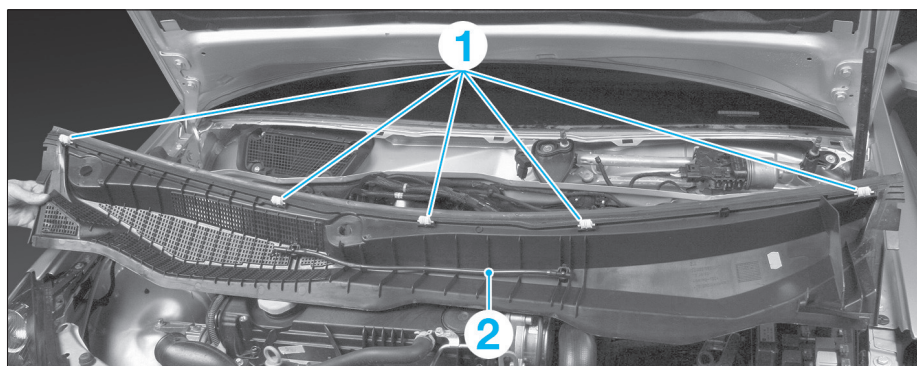

FIG. 20
- Décliper les cinq agrafes (1) de l'auvent en tirant délicatement vers le haut perpendiculairement au pare-brise (fig. 20).
- Débrancher le tuyau de lave-vitre (2).